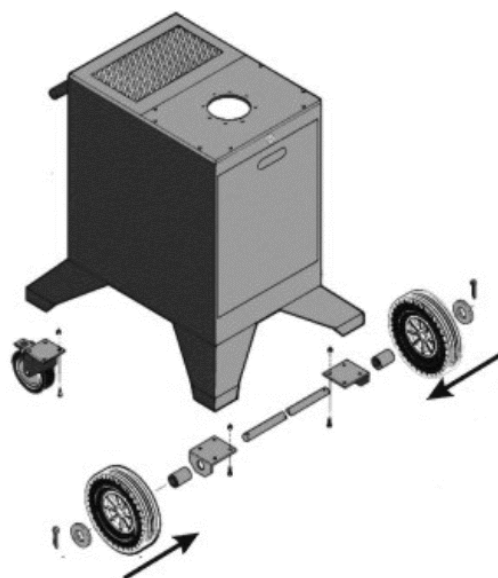

Рисунок 8.1.
- 8.1. Вставьте в отверстия ножек агрегата ось, установите на ней колеса и закрепите их шпильками (см. рис. 8.1.).